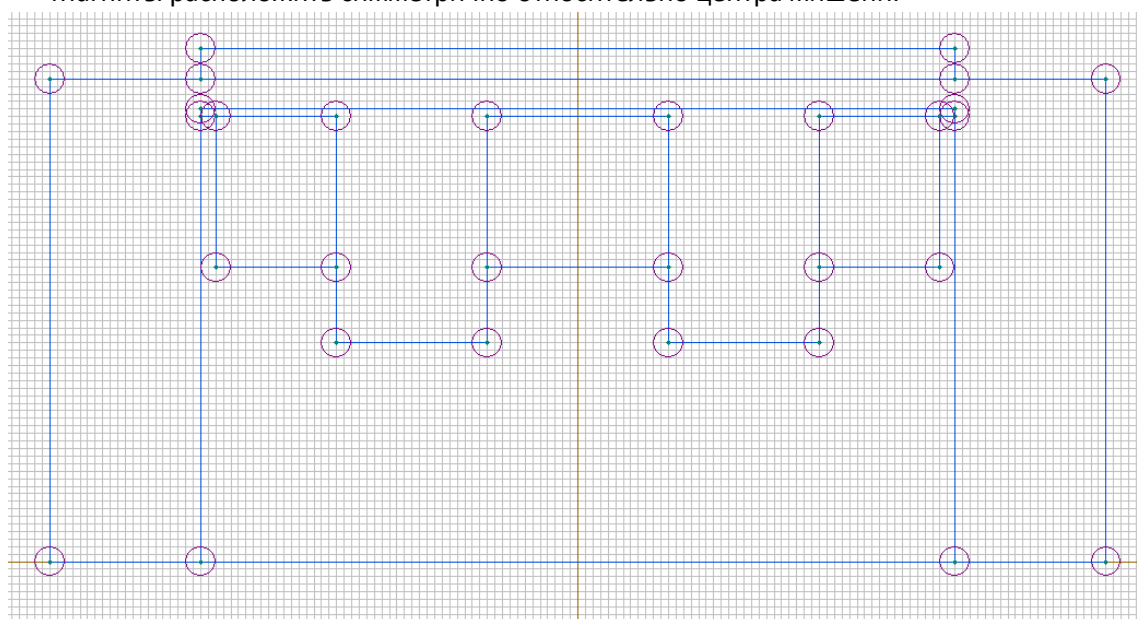

Рисунок 3 – Геометрия поперечного сечения магнетронной распылительной системы.
6. После построения области расчёта переходите к заданию геометрии поперечного сечения магнетронной распылительной системы (рис. 3). Создайте систему, включающую в себя